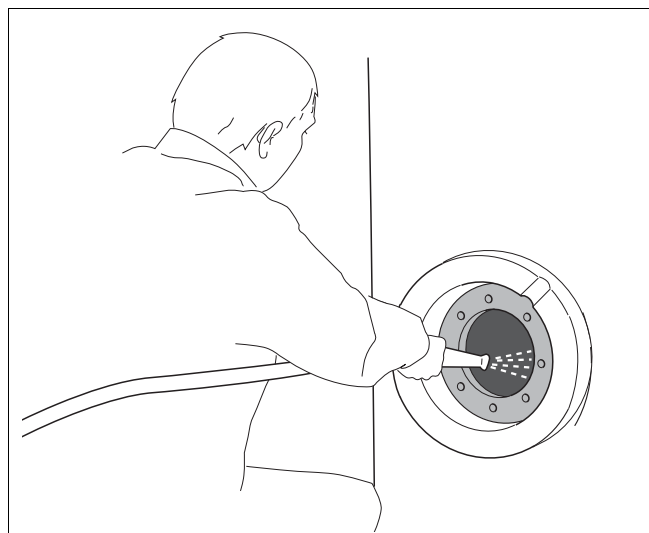

Fig. 12 Pulizia dell'accumulatore con acqua
- Spruzzare all'interno dell'accumulatore d'acqua calda un forte getto di acqua fredda (ca. 4 – 5 bar di sovrappressione) (fig. 12).